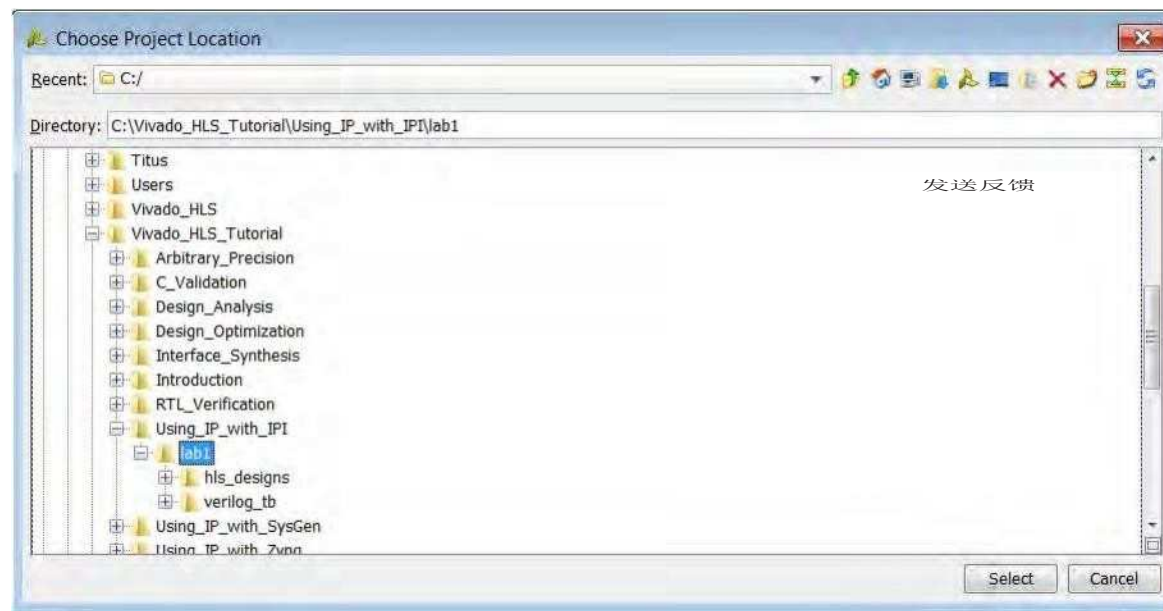

图9-3: Vivado Design Suite 项目 5 的路径。
4.单击项目位置文本输入框右侧的省略号按钮，浏览并选择教程目录(图 9-3)。